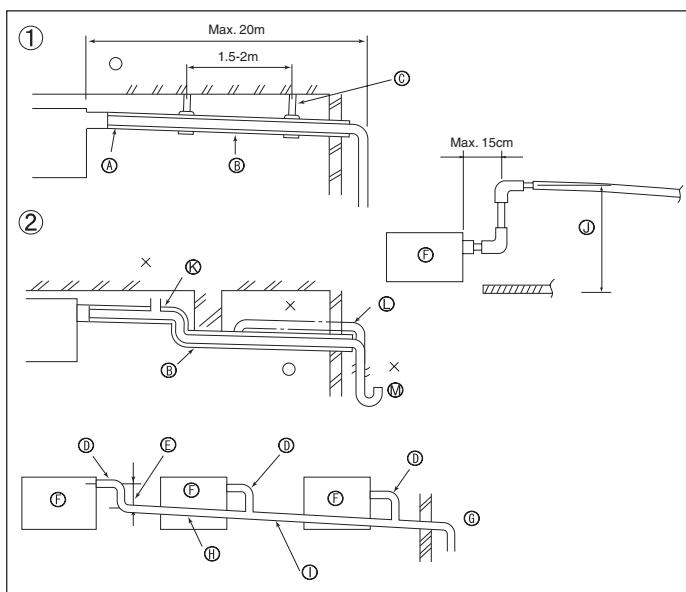

Fig. 5-1
5.1. Dräneringsrör (Fig. 5-1)
① Rätt rördragning	④ Metallstöd
② Fel rördragning	⑤ Avluftrare
③ Isolering (9 mm eller mer)	⑥ Upphöjt
⑦ Nedåtgående lutning (1/100 eller mer)	⑧ Luktfälla